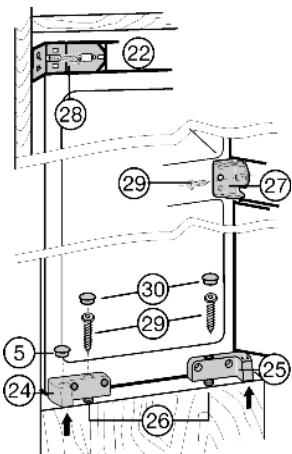

Fig. 15
- Gerät oben befestigen: Gerät an die Möbelwand drücken und mit Spanplattenschraube Fig. 15 (28) durch Befestigungswinkel Fig. 15 (22) anschrauben.
- Gerät in der Mitte fixieren: durch Befestigungsschraube Fig. 15 (27) mit Spanplattenschraube Fig. 15 (29).
- Gerät unten fixieren: mit Spanplattenschrauben Fig. 15 (29) durch Stellschrauben Fig. 15 (26) im Lagerbock Fig. 15 (24) und Lagerbock Fig. 15 (25).